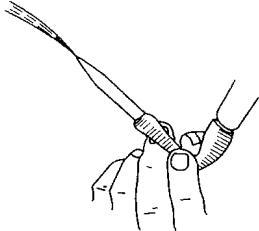

图 1.18 排除气泡
(2) 洗涤。根据滴定管的沾污情况，采用相应的洗涤方法将它洗净后，为了使滴定管中溶液的浓度与原来相同，最后还应该用滴定溶液润洗 3 次（每次溶液用量约为滴定管容积的 1/5），润洗液由滴定管下端放出。
(3) 装液及排气。将溶液加入滴定管时，要注意使下端出口管也充满溶液，特别是碱式滴定管，它下端的橡皮管内的气泡不易被察觉，这样，就会造成读数误差。如果是酸式滴定管，可迅速地旋转活塞，让溶液急骤流出以带走气泡，如果是碱式滴定管，向上弯曲橡皮管，使玻璃尖嘴斜向上方（图 1.18），向一侧挤动玻璃珠，使溶液从尖嘴喷出，气泡便随之除去。排除气泡后，继续加入溶液到刻度“0”以上，再放出多余的溶液，调整液面在“0.00”刻度处。
(4) 读数。常用的滴定管的容量为 50mL，它的刻度分 50 大格，每一大格又分为 10 小格，所以每一大格为 1mL，每一小格为 0.1mL。读数应读到小数点后两位，即 0.01mL。